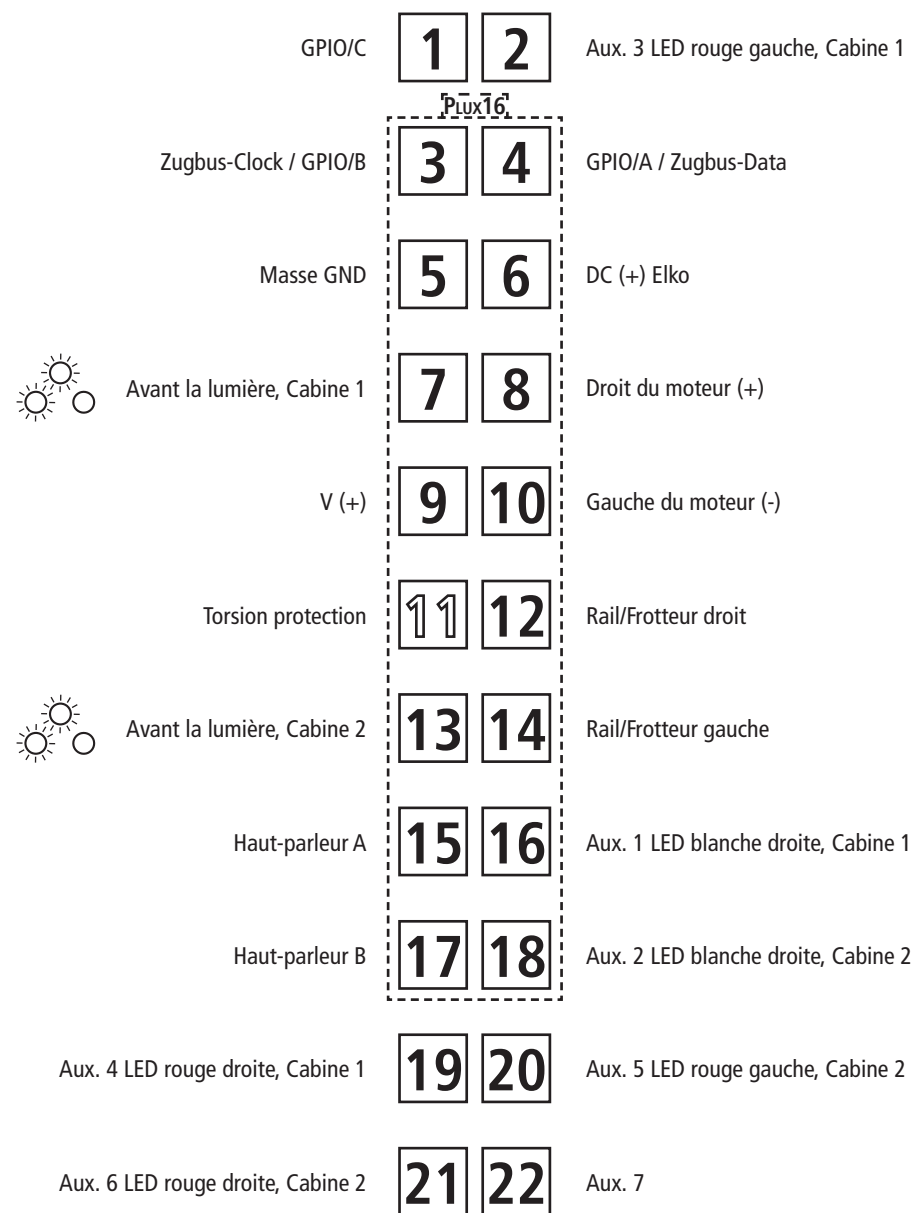

Fig. 5
**multi-trains:** Enlevez la fiche de shuntage de l'interface (à conserver!) et enfichez finalement la fiche du module de télécommande aux prises de l'interface. Veillez à la position correcte de la fiche (voir fig. 5).